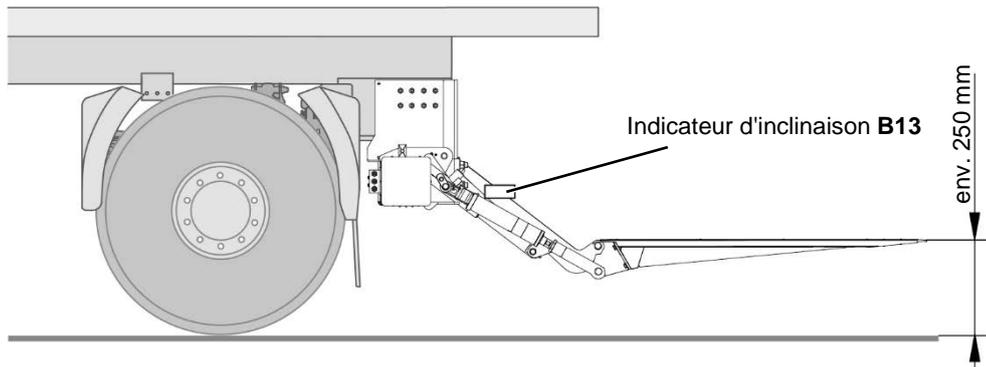

Figure 45 : Indicateur d'inclinaison **B13** (1)
- ▶ Déplacez la plate-forme à la position horizontale à env. 250 mm au-dessus du sol, comme le représente Figure 45.